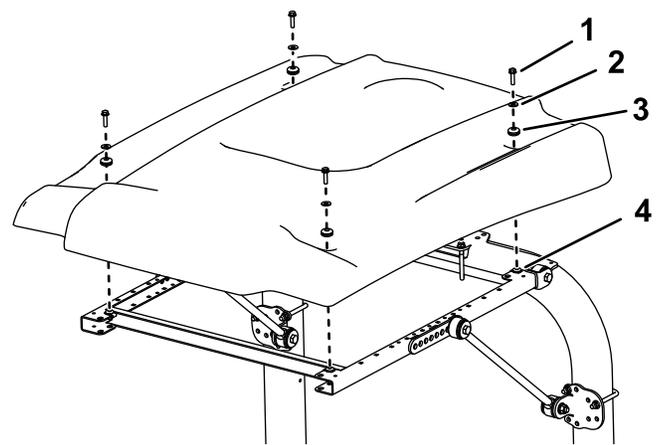

Figura 19
14. Durante l'allineamento dei fori di montaggio, posizionate il parasole sul telaio come mostrato in Figura 19.
15. Montate, senza serrarlo, ciascun angolo del parasole sul telaio con un bullone a testa flangiata (5/16" x 1 1/4") con una rondella piccola e un gommino (Figura 19).